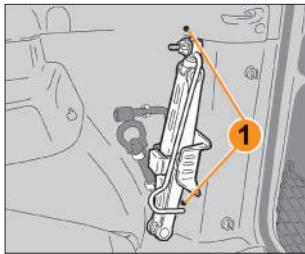

Рис. 6.13.3. Винты крепления заднего фонаря
**Лампы габаритного огня/сигнала торможения, указателей поворота, заднего хода/противотуманного огня в задних фонарях.** Для замены ламп в задних фонарях проделайте следующие действия (рис. 6.13.3, 6.13.4, 6.13.5):